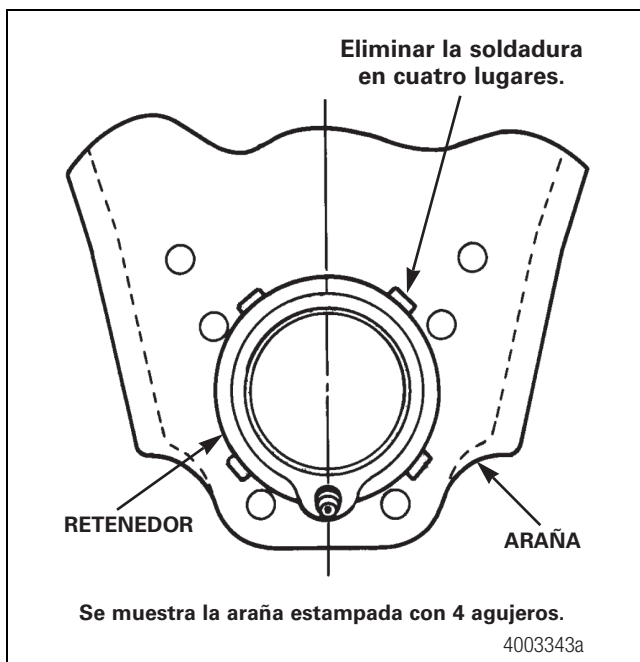

Figura 12.43
2. Amole las soldaduras que conectan el retenedor a la araña. Amole únicamente hasta el metal base de la araña. Ubique el amolado hacia el retenedor, puesto que dicho objeto quedará despedazado. Figura 12.43.